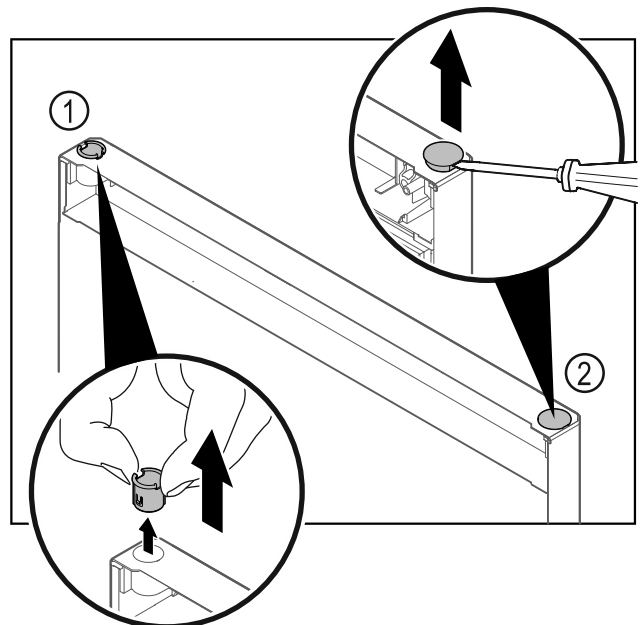

Fig. 27 Дверцята холодильного відділення
- ▶ Витягніть шарнірну втулку Fig. 27 (1) пальцями.
- ▶ За допомогою шліцевої викрутки обережно підніміть заглушку Fig. 27 (2) та витягніть її.